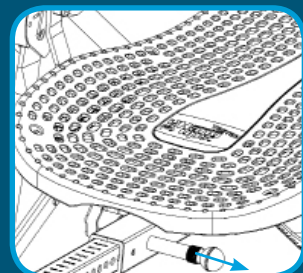

Figure 2
- Tirez sur la goupille d'arrêt du réglage de la hauteur à l'aide de votre main droite tout en faisant glisser l'axe principal avec la main gauche (Figure 2).